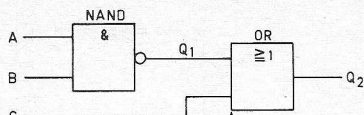

Fig. 14.
- In fig. 14 is een schakeling weergegeven met een NAND- en een OR-poort.